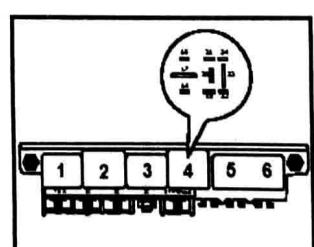

图 1-1-28 示意图
(1) 拔下燃油泵继电器。
(2) 如图 1-1-28 所示, 将万用表 (电压挡) 接到继电器插座触点 17 和搭铁间。规定值约为蓄电池电压。
(3) 如果未达到规定值: 更换中央电器。
- (2) 如果继电器吸合，但执行元件诊断时不吸合：更换发动机控制单元。
- (3) 如果继电器不吸合：关闭点火开关，拔下跨接线，拔下燃油泵继电器，如图1-1-28所示，将万用表（电压挡）接到4号继电器触点19和发动机搭铁，打开点火开关。规定值约为蓄电池电压。
- (4) 如果未达到规定值：检查导线连接。
(5) 如果达到规定值：检查4号继电器触点16和V.A.G1598/31触点65之间的导线是否断路或对地/对正极短路。
- (6) 如需要，排除导线断路或短路。
- (7) 如果未发现故障：更换燃油泵继电器J17，接好发动机控制单元。